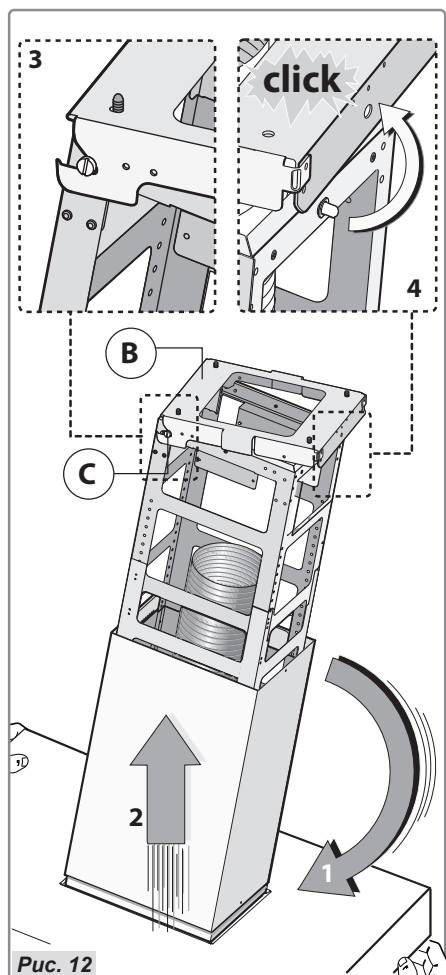

Рис. 12
- Используйте два шарнирных пальца **С**, которые входят в конструкцию, чтобы подвесить вытяжку на кронштейне **В** рис. 12, шаги 2—3.
- Расположите вытяжку в таком положении, чтобы фиксирующие стержни зашелкнулись в отверстия кронштейна **В** (рис. 12, шаг 4).